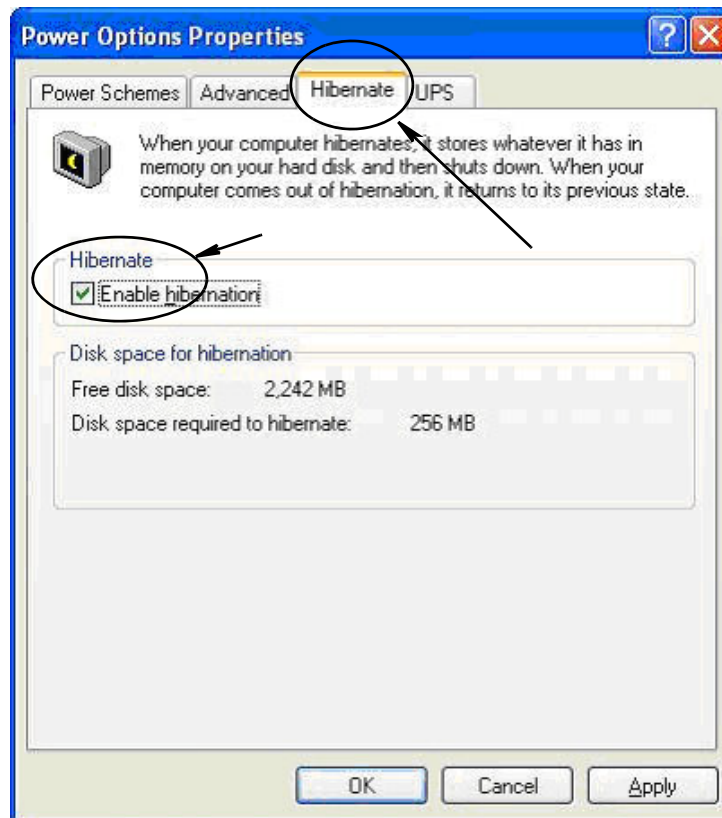

FIG. 31
3. Selecteer het tabblad Slaapstand. Schakel de slaapstand uit door het vakje Slaapstand uit te vinken. Klik op Toepassen en OK om alle vensters te sluiten (FIG. 31) en de wijzigingen op te slaan.